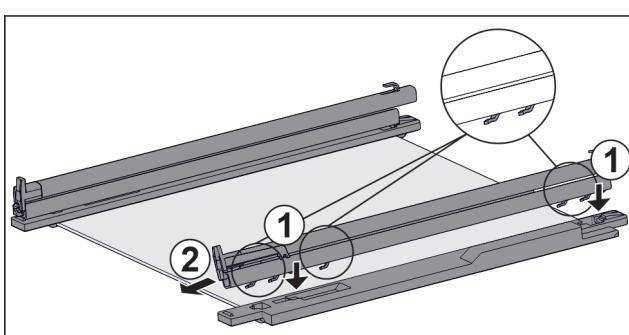

Fig. 121 Placă de sticlă cu şine și piese de fixare
- Așezați cârligele şinei pe deschiderile piesei de fixare din **stânga**. Fig. 121 (1)
- Trageți şina în față. Fig. 121 (2)
- Așezați cârligele şinei pe deschiderile piesei de fixare din **dreapta**. Fig. 121 (1)